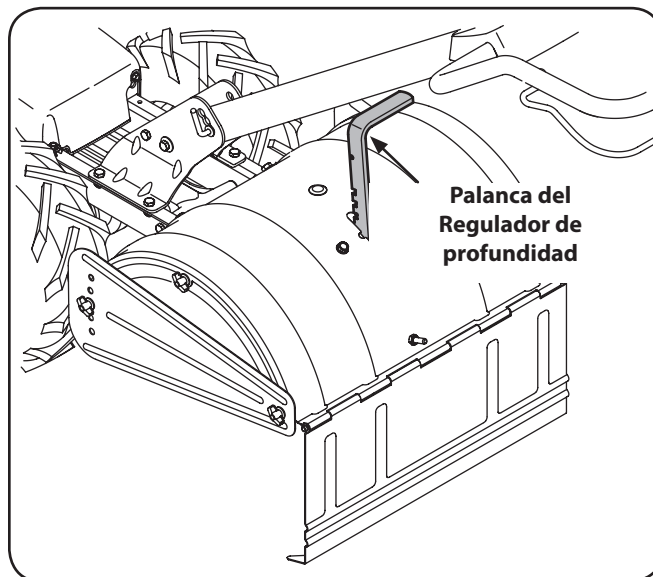

Figura 3-5
- Con la cultivadora sobre suelo nivelado, tire de la palanca del regulador de profundidad hacia atrás y luego completamente hacia arriba hasta que quede enganchada la ranura de la posición más baja de la palanca. Vea la Figura 3-5.